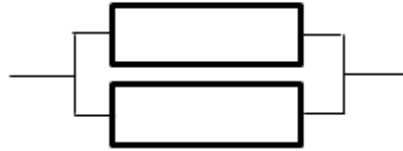

Рис.2. Резервированная система с одним основным и одним резервным элементом
По формуле (2) для среднего времени до отказа, соответствующей системе представленной на рис. 2, определить интенсивность отказа одного элемента системы λ .